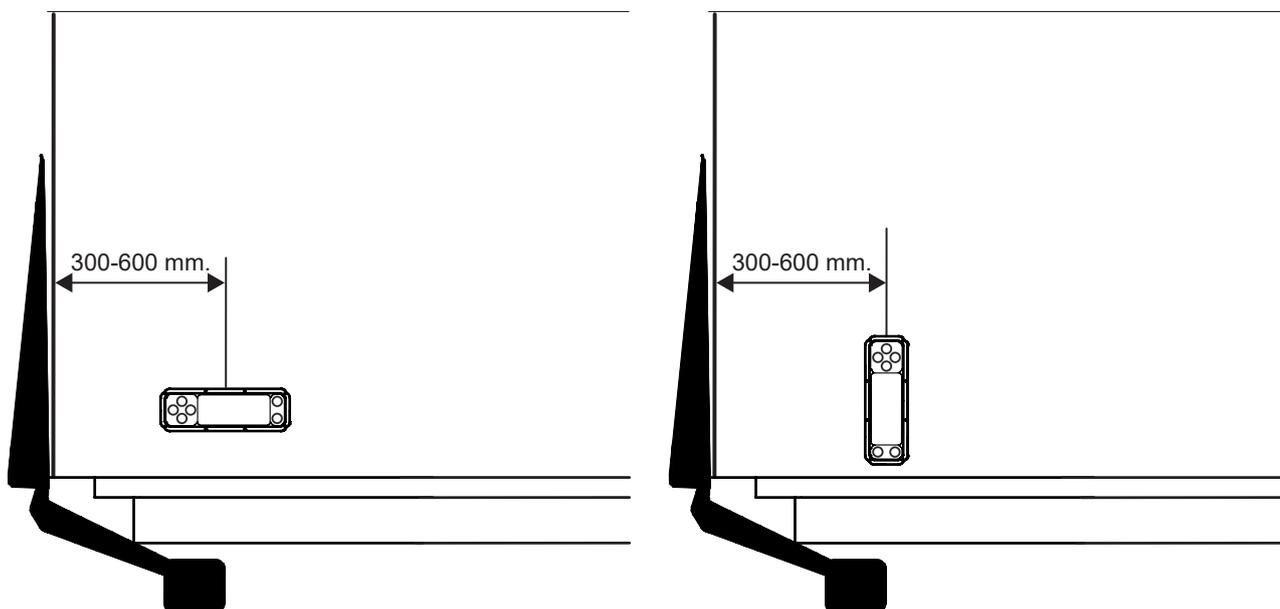

Figure 64. Installation de l'actionneur
5. Ensuite, montez l'actionneur en place sur l'armoire. Voir Figure 64